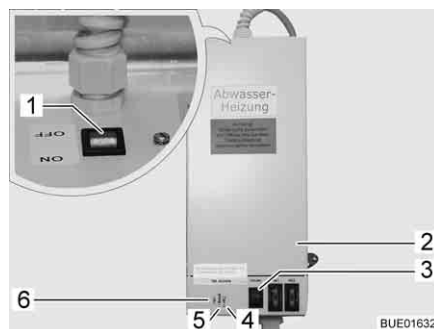

Bild 241 Trafo mit Regelgerät
Der Trafo 230 V AC/12 V DC (Bild 241,2) ist je nach Modell im Kleiderschrank oder in der Truhe der Sitzgruppe eingebaut.
- Kontroll-Leuchte (Bild 241,5) leuchtet grün: Regler in Betrieb.
- Kontroll-Leuchten (Bild 241,4 und 6) leuchten rot: Abwasserleitungen werden erwärmt.
In das Gehäuse ist ein Prüftaster (Bild 241,3) integriert, mit dem das Regelgerät kurzzeitig in Betrieb genommen werden kann. Durch Drücken des Prüftasters lässt sich die Funktion der Erwärmung testen, auch wenn die Umgebungstemperatur über 5 °C liegt.
- Schalter (Bild 241,1) am Trafo (Bild 241,2) auf "ON" stellen.
- Schalter (Bild 241,1) am Trafo (Bild 241,2) auf "OFF" stellen.